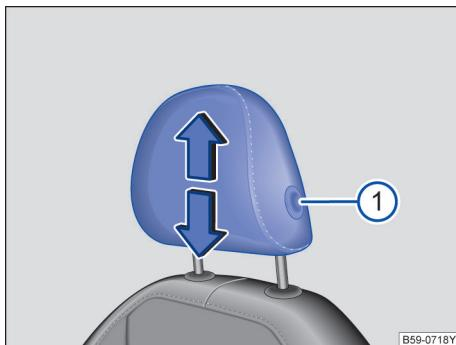

图 83 调整前排头枕
- 按住按钮→图 83①，同时沿箭头方向上推或下压头枕即可将头枕调整至合适高度→▲。